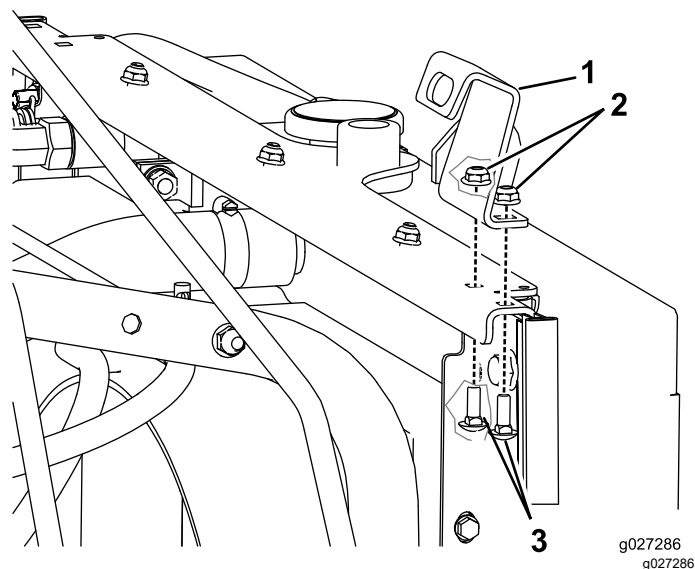

Bild 5
13. Befestigen Sie die Riegelhalterung an der linken Seite des Rahmens unter der hinteren Motorhaube (Bild 5).